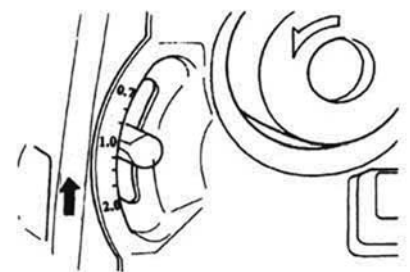

Afb. 44
- Zet de hendel voor differentieel transport ⑨ op een hogere waarde dan 1,0 (afb. 44). De juiste instelling is afhankelijk van de te verwerken stof en van de gewenste plooiing. Maak daarom altijd een testnaad, om de instellingen te testen.